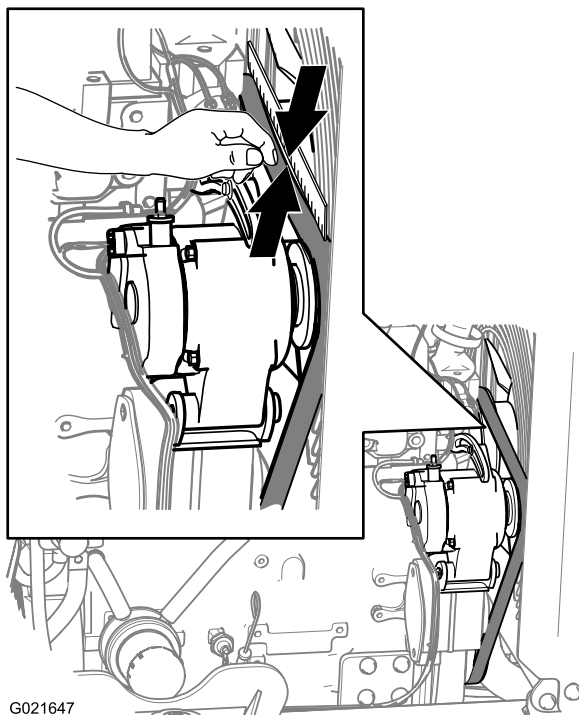

Figure 142
3. Vérifiez la courroie à la recherche de coupures, craquelures, fibres détachées, traces de graisse ou d'huile, vrillage ou signes d'usure anormale (Figure 142).
3. Alignez une règle par-dessus la courroie d'entraînement et en travers des poulies, comme montré à la Figure 142.
4. Appuyez sur la courroie à mi-chemin entre la poulie de ventilateur et la poulie d'alternateur, comme montré à la Figure 142.